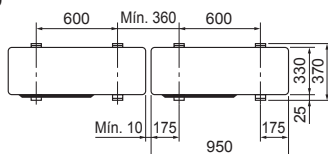

Fig. 3-1
- \* Certifique-se de instalar a unidade numa superfície firme e nivelada para evitar estrépidos durante a operação. (Fig. 3-1)